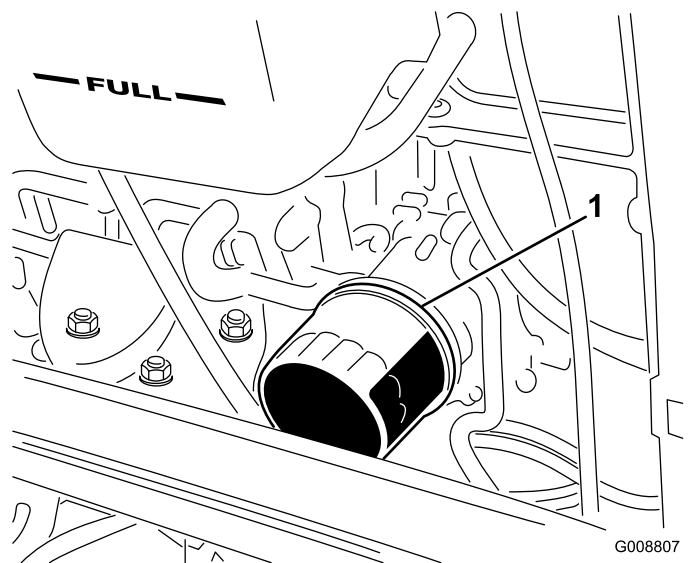

Figura 92
4. Togliete il filtro dell'olio (Figura 92).